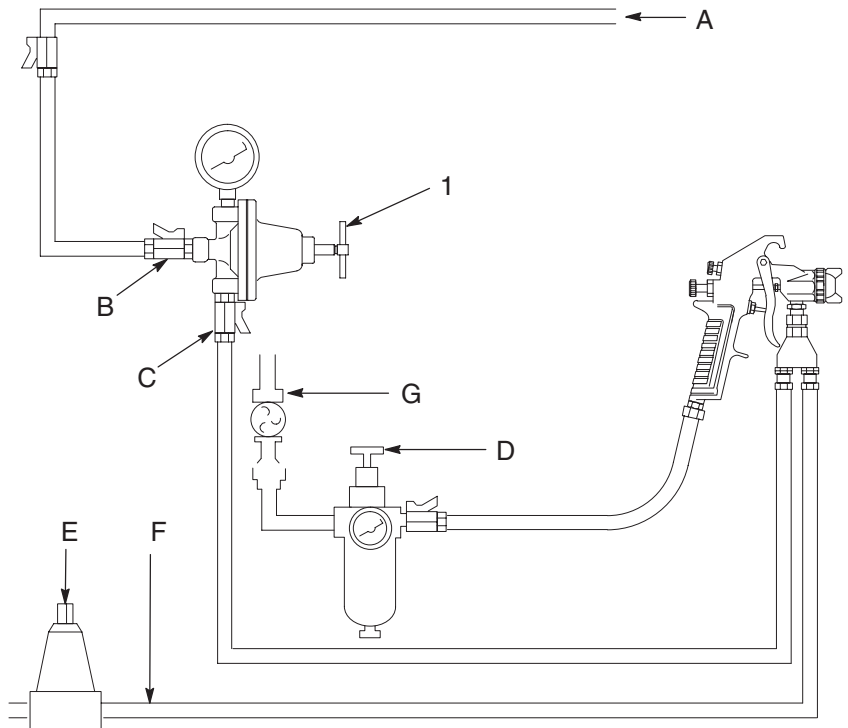

Abb. 1
1. Siehe Abb. 1 und 2 auf Seite 5. Einen Regler für jede Spritzpistole einbauen. Den Regler an einer senkrechten Stelle einbauen, um den bestmöglichen Durchfluß zu erzielen und eine Pigmentablagerung weitestgehend zu verhindern. Wird ein Manometer verwendet, muß dieses senkrecht montiert werden. Wird der Regler waagrecht befestigt, muß ein Bogen verwendet werden, damit das Manometer senkrecht angeordnet werden kann.
2. Kugelhahn (B) für den Einlaß des Materialreglers schließen. Siehe Abb. 1 auf Seite 5.
4. Bei Reglern mit Federkraft den Einstellgriff (1) gegen den Uhrzeigersinn drehen, bis die Federspannung entlastet ist.
2. Pumpe starten und den Einlaß-Kugelhahn (B) des Materialreglers öffnen, um Material in den Regler einzulassen. Siehe Abb. 1.
- a. Pumpe abschalten und durch das Öffnen des Gegendruckreglers (E) oder eines anderen Bypass-Ventils den Materialdruck in der Anlage entlasten. Siehe Abb. 1.
1. Pumpe abschalten. Kugelhahn am Materialeinlaß des Reglers schließen. Siehe Abb. 1 auf Seite 5.